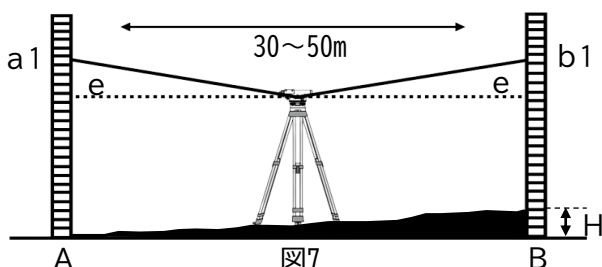

図7
- ・30~50m離して標尺A、Bを置き、その中央にレベルを設置します。(図7)